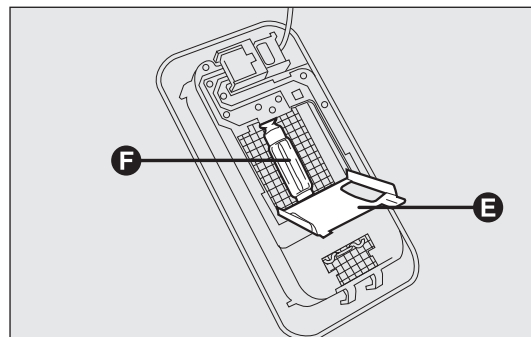

fig. 174a
- ouvrir le volet de protection E-fig. 174a ;